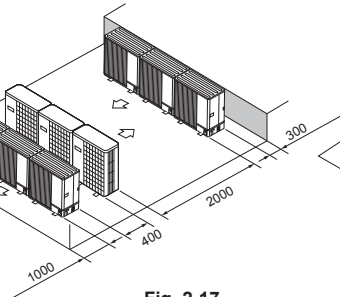

Fig. 2-17
- (6) Uppställning med flera parallella enheter (Fig. 2-17)